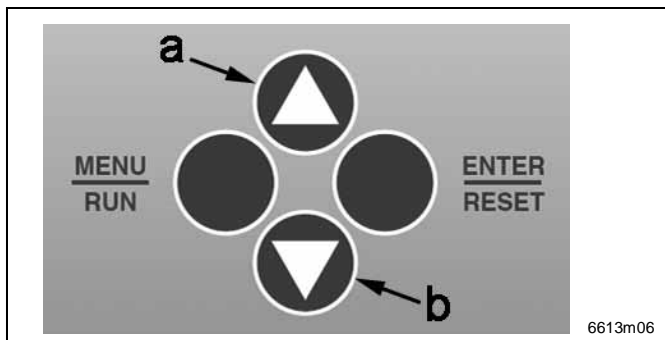

Fig. 27 Panel de control
Pulsando la tecla "UP" (pos. a, fig. 27) en fuera del modo de ajuste, en el display aparece el residual corriente del ciclo de pausa transcurriendo.
El ajuste del número de la versión (0 - 1) se indica en el display del LMC 1 y se efectúa por las teclas UP & DOWN del panel de control (véase pos. a & b, fig. 27).
- ➔ Confirme la selección (0 - 1) con la tecla ENTER (fig. 27). Al no confirmar la entrada con ENTER, el valor estándar "0" se ajusta automáticamente.